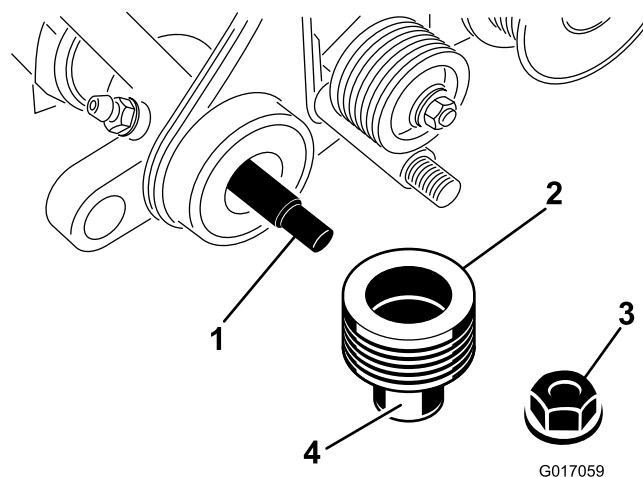

Figura 6
13. Applicate del grasso sulla superficie della guarnizione della puleggia motrice, come mostrato in Figura 6.
14. Fate scorrere la puleggia sull'albero grooming (Figura 6).
15. Fissate la puleggia all'albero con un dado di bloccaggio flangiato (Figura 6). Serrate a 23-28 N m.
16. Applicate del grasso alla guarnizione nella piastra di supporto sinistra e all'estremità dell'albero grooming (Figura 6).